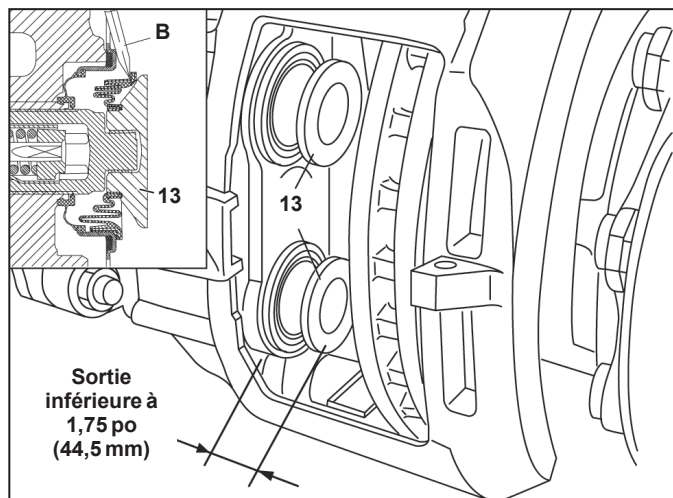
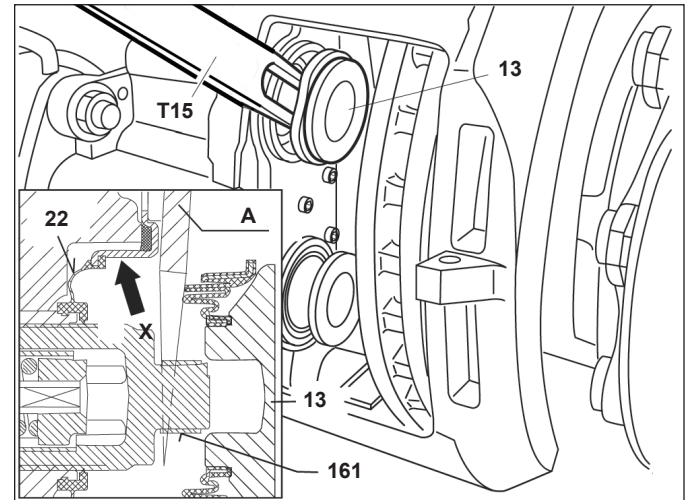

Figure 48 – Sortie admissible du poussoir
Figure 49 – Utilisation de la fourche d'écartement
MISE EN GARDE : NE JAMAIS SORTIR LE POUSSOIR PLUS DE 1,75 po (44,5 mm). Cf. Figure 48. Une sortie excessive du poussoir le détachera du mécanisme de synchronisation, qui ne peut être réglé qu'à l'usine de fabrication; il faudra alors **remplacer l'ensemble étrier/porte-garniture.**
5.5.4 Cf. Figure 48. Sortir les pousoirs – moins de 1,75 po (44,5 mm) – en tournant l'adaptateur de cisaillement (61) dans le sens horaire. Déplacer le soufflet avec un tournevis (référence « B », fenêtre de la Figure 48) pour pouvoir insérer la fourche d'écartement (« A » dans la Figure 49).
MISE EN GARDE : NE PAS INSÉRER LE TOURNEVIS PLUS DE 6 MM. Prendre garde de ne pas endommager le joint interne (cf. flèche « X », Figure 49). Des entailles ou des marques d'outils compromettront l'étanchéité et rendront nécessaire le remplacement de l'étrier.